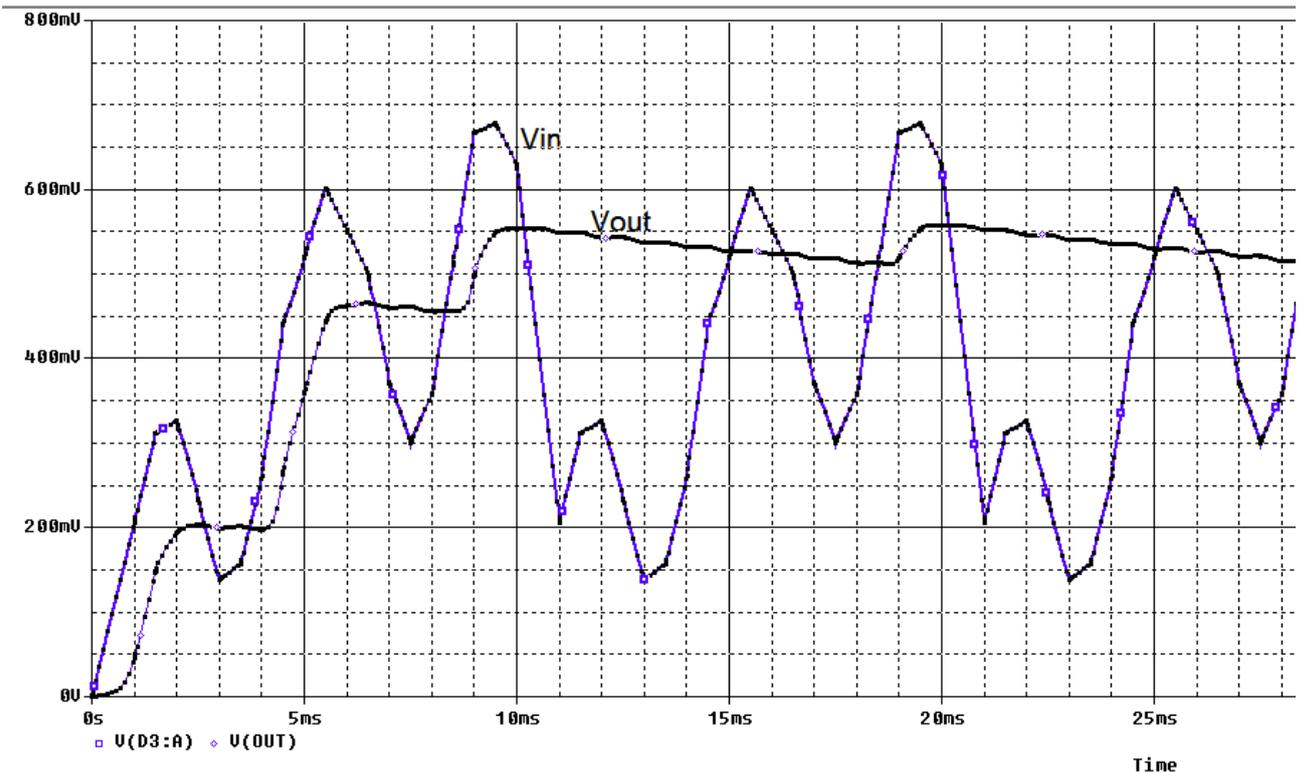

Рис. 3.18. Периодическое повторение стимула
6. Выполните моделирование с тем же профилем. Вы должны увидеть результат, показанный на рис. 3.18, где Vin теперь периодическая функция (повторяется вечно).